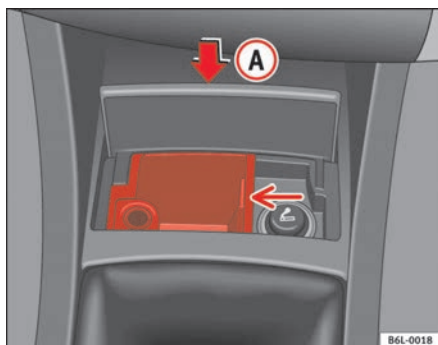

Abb. 82
- Durch Drücken auf den unteren Teil des Aschenbecherdeckels **(A)** ⇒ Abb. 82 öffnet sich der Aschenbecher durch Federwirkung automatisch.